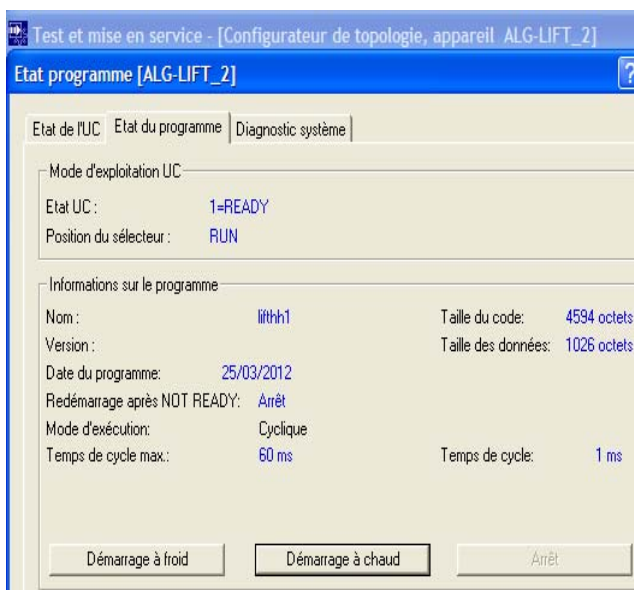

Figure A6
- puis choisissez le fichier « LIFT_modif_hh », et appuyez sur le sens de transfert PC==>Automate. La fenêtre figure A6 s'ouvre.